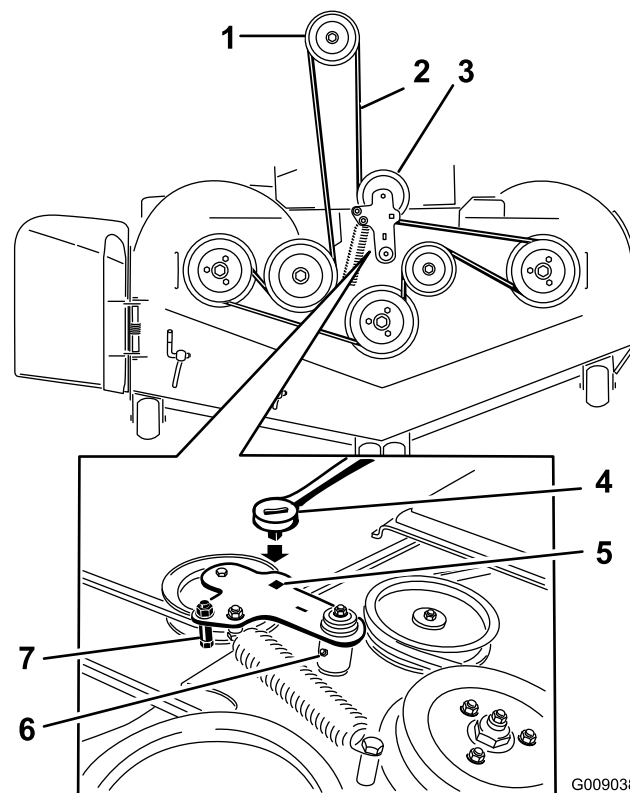

Figure 96
6. Soulevez le bac de plancher et insérez un rochet dans le trou carré de la poulie de tension du plateau (Figure 96).
7. Tournez la poulie de tension dans le sens horaire et retirez la courroie du plateau (Figure 96).